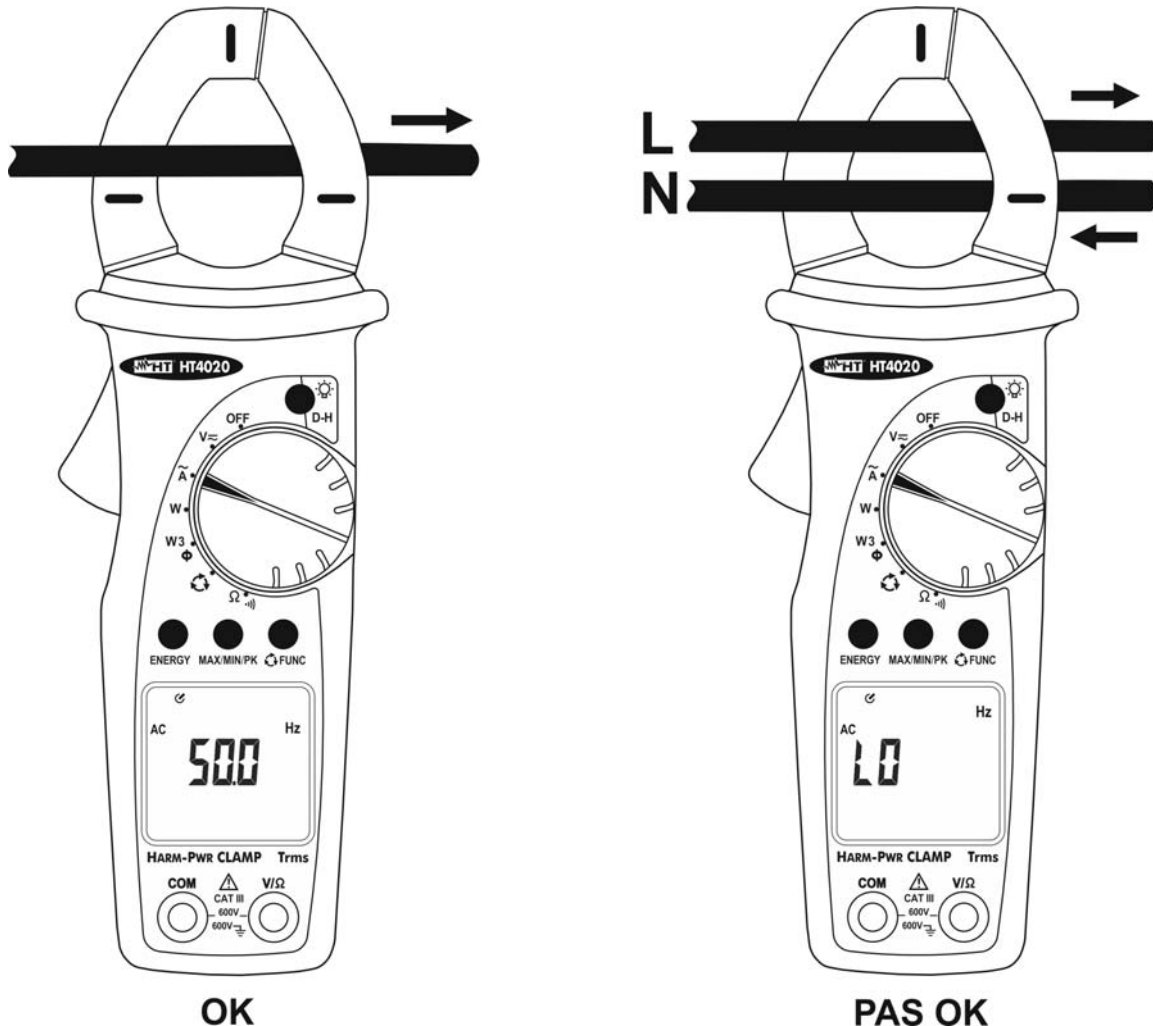

Fig. 9 : Mesure de fréquence
3. Ouvrir le tore et insérer un câble simple au centre (voir la § 4.1.2 et Fig. 9). La valeur de fréquence sera affichée à l'écran
4. L'affichage du symbole « **O.L** » indique que la valeur de la fréquence sous test est supérieure à la fin d'échelle de l'instrument. Le symbole "**LO**" apparaît dans le cas d'une insertion incorrecte de l'instrument (voir Fig. 9) ou à des valeurs inférieures minimum mesurable